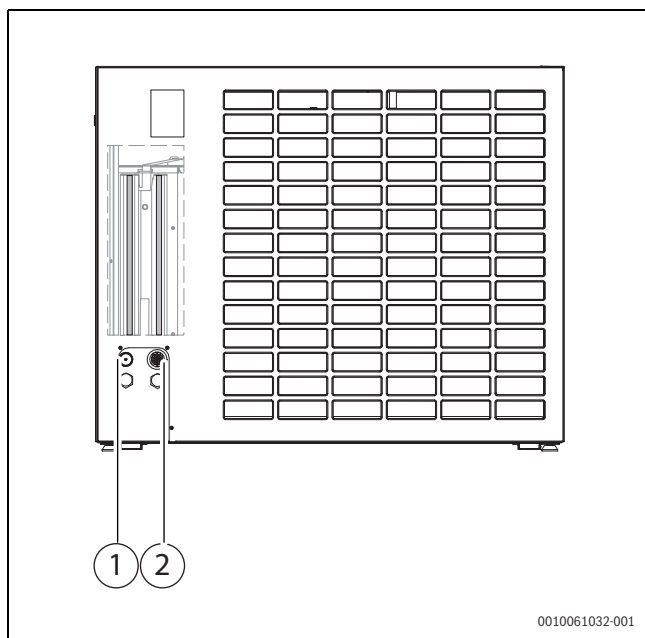

Fig. 42 Presse-étoupes
- Faire passer le câble de raccordement CAN-BUS dans les presse-étoupes sur la gauche [→ (1) dans la figure 42].
- Faire passer le câble de raccordement de l'alimentation électrique dans les presse-étoupes sur la droite [→ (2) dans la figure 42].